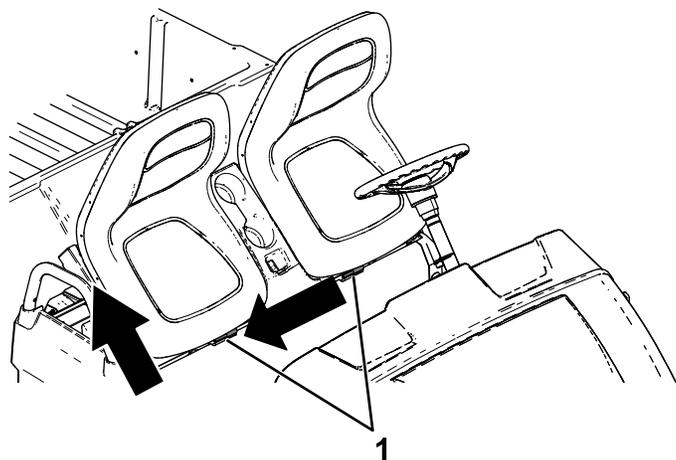

Figure 30
2. Poussez l'ensemble sièges sur le côté pour le dégager des goupilles, puis soulevez-le (Figure 30).